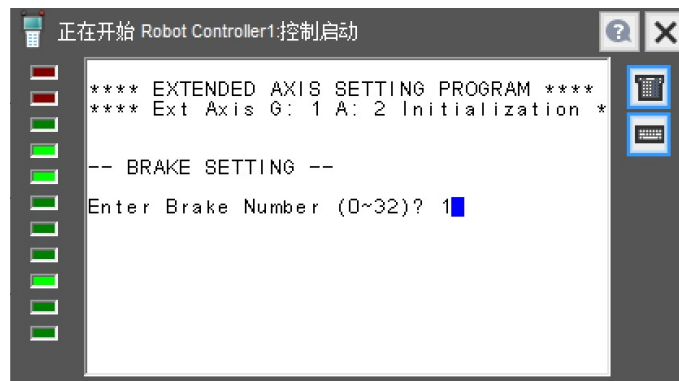

图 4.1.23
23) 在图 4.1.23 中选择电机刹车号，输入 1，点击 ENTER 键确认。（根据现场导轨轴实际硬接线确定，若接机器人本体放大器上，CRR65A/B 时为 1；若接抱闸单元上，CRR65C 时选 2，CRR65D 时选 3）